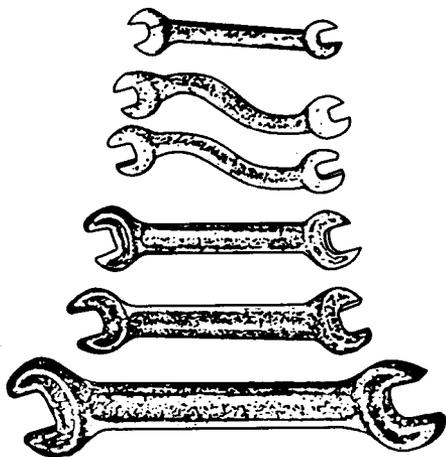

图 1-1 呆扳手
(1) 用途 如图 1-1 所示，呆扳手可用来拆装一般的螺栓。螺栓有双头和单头两种，为了在受限制的位置中便于工作，扳手的开口和它的本体常具有一定的角度（通常为  $15^\circ$  或  $90^\circ$ ）。